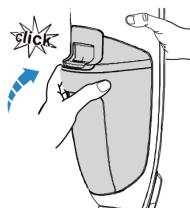

Fig. 6
- Para reinstalar o reservatório, encaixe o fundo do reservatório na unidade e pressione o reservatório até ouvir um clique. A instalação está concluída (Fig. 6).